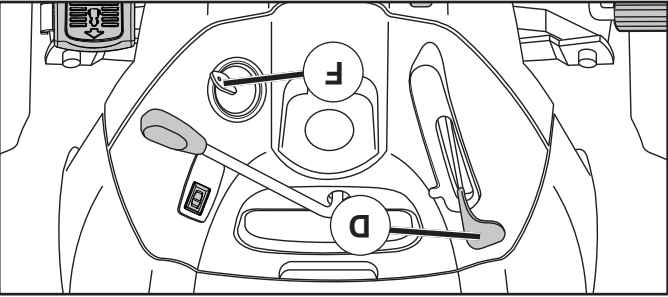

Fig. 7
- Mueva el control de aceleración (D) a la posición rápida.
- Gire la llave de ignición (F) a la posición de apagado "STOP" y remueva la llave al abandonar el tractor para evitar el uso no autorizado.
### PARA USAR EL CONTROL DE LA ACCELERACIÓN (D) (Vea Fig. 7)